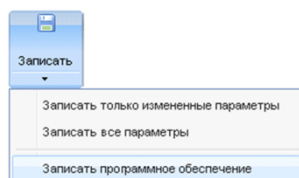

Рис. 9.1. Выбор команды *Записать программное обеспечение*
1. Нажмите стрелку под кнопкой *Записать* и в появившемся меню выберите *Записать программное обеспечение* (рис. 9.1).